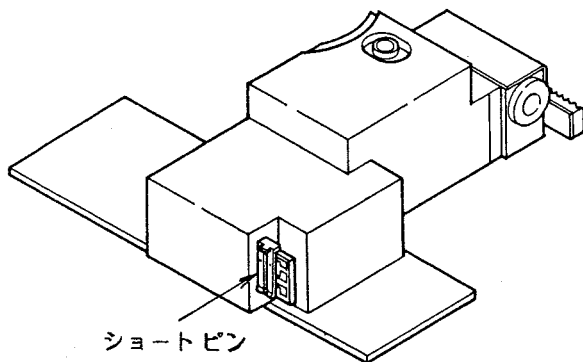

図23
1. 新しいレーザーピックアップを交換する時には、コネクタにリード線を接続してから、PC板のレーザーダイオード保護用ショートピンをはずしてください。(図23, 24)